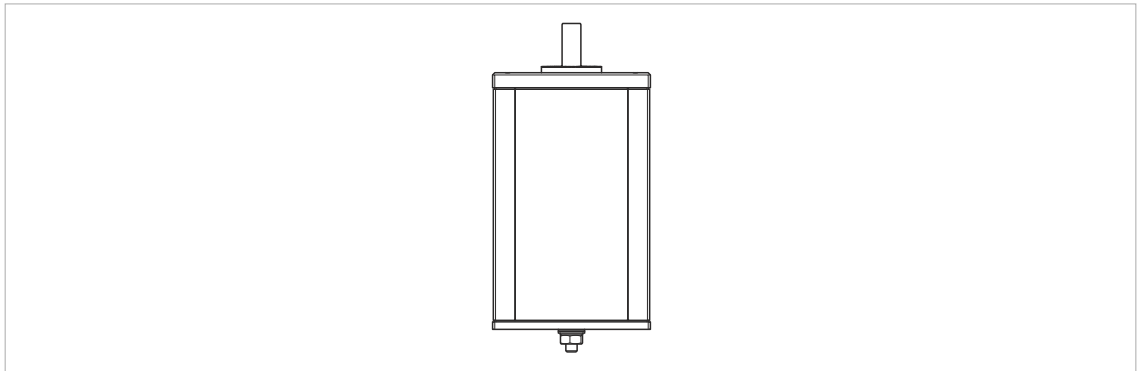

图 7: V3 安装示意图
- ▶ 对于 V3 安装，(请参阅图 7)，请确保没有任何液体能够渗入轴承。